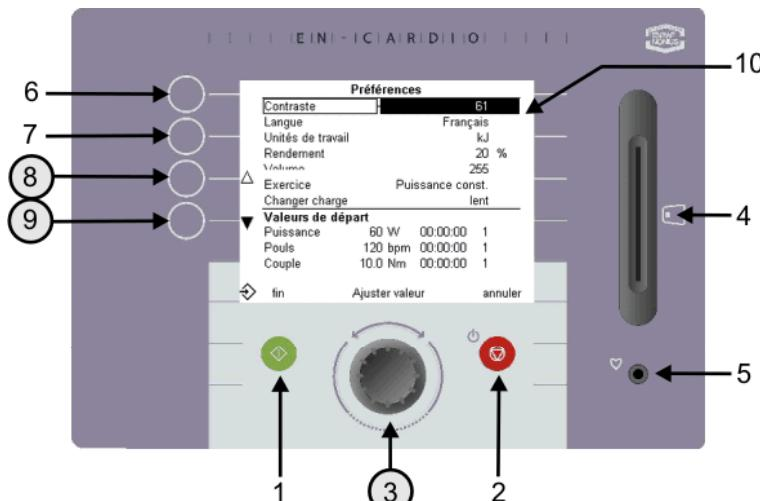

Fig. 14 Ecran réglages après nouvelles préférences
Les réglages de l'usine sont les suivants (voir Fig. 14):
2. Quand les boutons sont off, pressez simultanément sur les boutons 6 et 9. Le menu préférences apparaît. (Fig. 14)
3. Dans ce menu vous pouvez changer plusieurs réglages en utilisant les boutons 8 et 9. Les valeurs peuvent être ajustées avec le bouton rotatif (3).